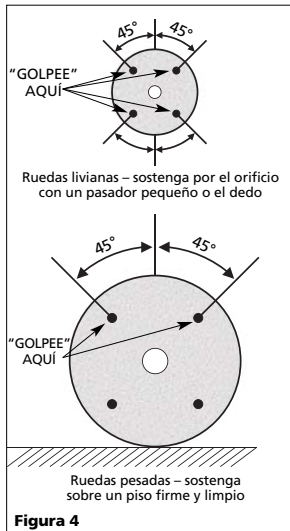

Figura 4
6. Asegúrese de que la rueda que tiene pensado montar como repuesto no tenga áreas quebradas ni astilladas ni defectos. Monte la rueda sobre una varilla o lápiz por el orificio del mandril y golpee el lado de la rueda (en la posición indicada en la Figura 4) con un objeto liviano y no metálico, como el mango de un destornillador. Una rueda en buen estado y sin daños emite un tono claro. Si está dañada, emite un sonido apagado o sordo. Si la rueda está dañada, no debe usarse.